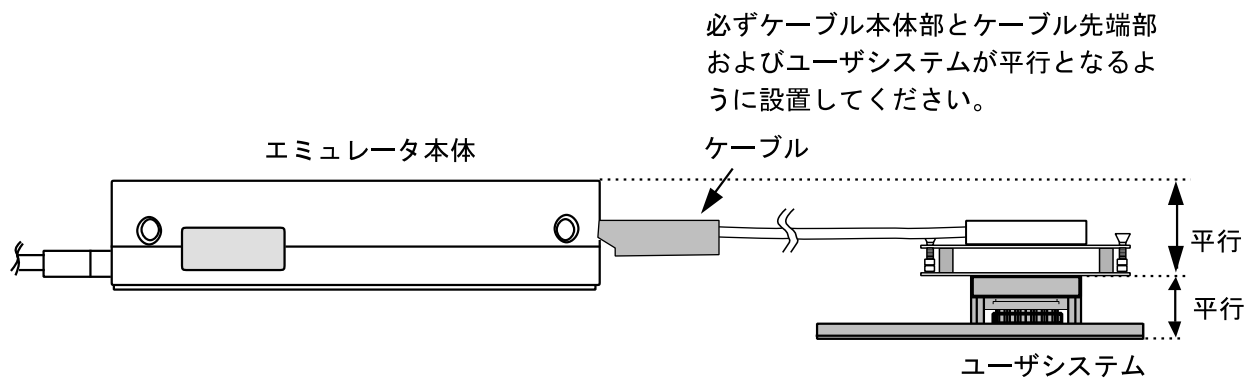

図12 設置例
- (1) ユーザシステムへの接続時には1ピン位置に十分注意して、誤接続は絶対にしないでください。
- (2) 本ユーザシステムインタフェースケーブルを使用する場合の推奨マウントパッド寸法は、MCU実装用マウントパッド寸法とは異なりますので注意してください。
- (3) 本ユーザシステムインタフェースケーブルは、HS2678REPI61Hエミュレータ専用ですので、他のエミュレータ本体には使用しないでください。
- (4) ケーブル本体部が断線する可能性がありますので、本ユーザシステムインタフェースケーブルの上に重いものや金属等の角の尖ったものを置かないでください。
- (5) ユーザシステムに接続した状態では、ユーザシステムインタフェースケーブル、特にケーブル先端部に無理な力が加わらないように注意する必要があります。図12の設置例を参照してご使用ください。